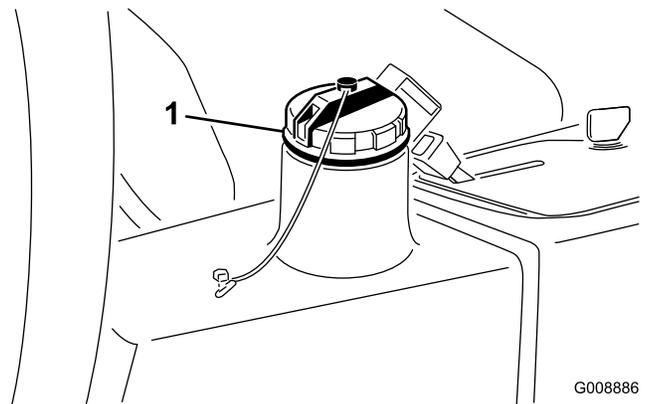

Figura 81
4. Riempite il serbatoio idraulico (Figura 81) con circa 13,2 litri di fluido idraulico; vedere Verifica dell'impianto idraulico \(pagina 28\).